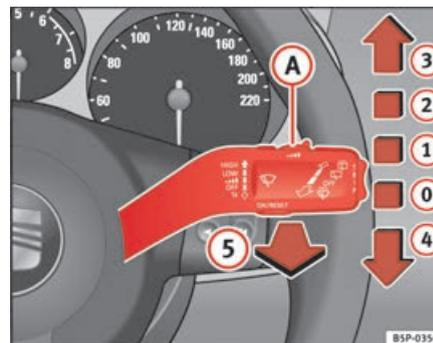

Fig. 86 Levier d'essuie-glace et de lave-glace
Le levier d'essuie-glace ⇒ fig. 86 est doté des positions suivantes :
- Si le véhicule s'arrête lorsque le cran  $\Rightarrow$  page 127, fig. 86 ② ou ③ a été sélectionné, le cran immédiatement inférieur est sélectionné. Si le véhicule repart, le cran sélectionné précédemment est à nouveau sélectionné